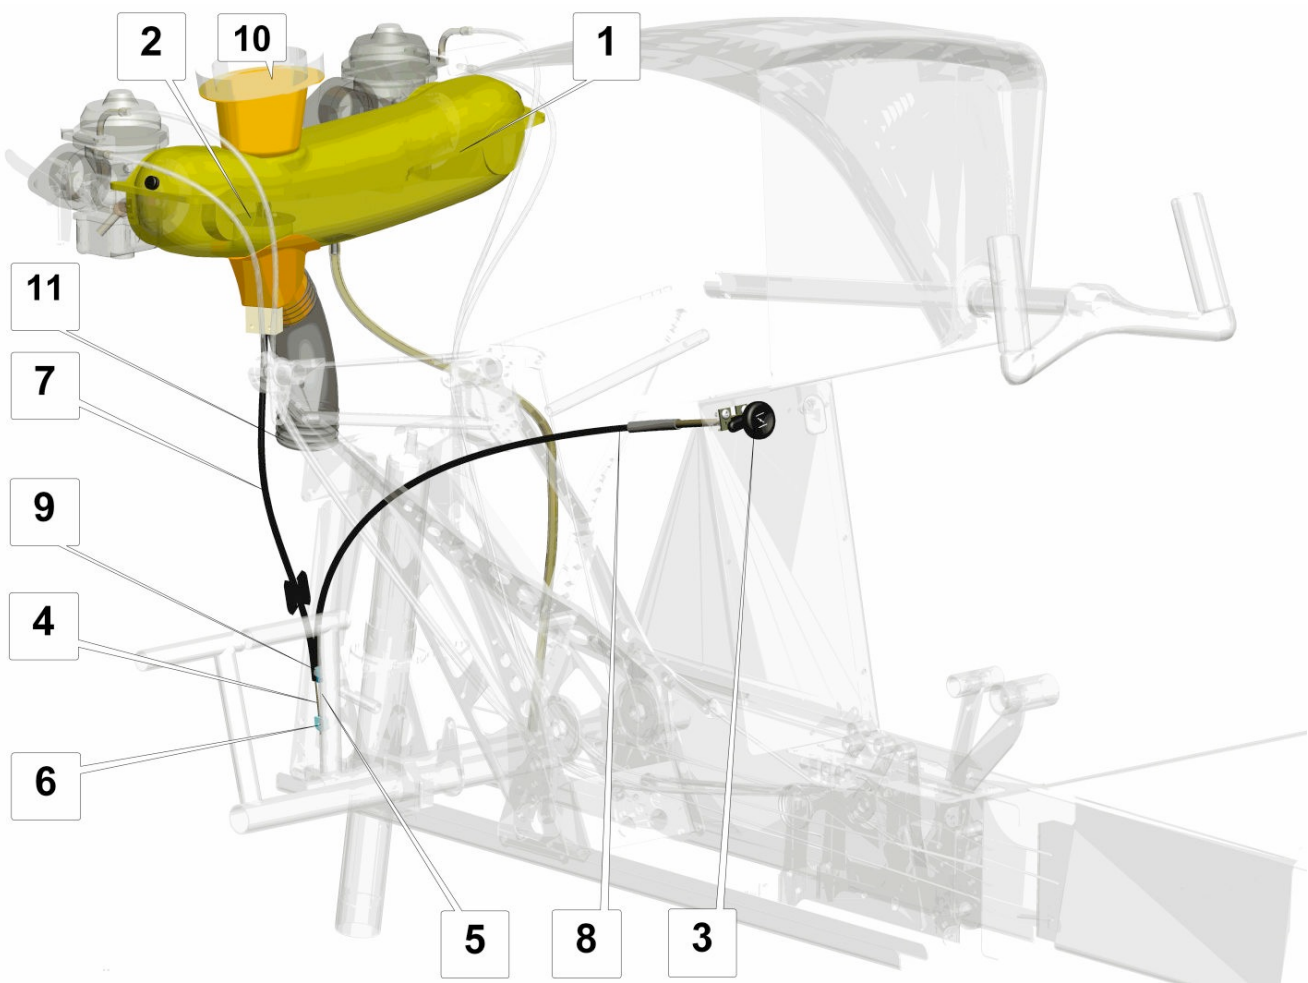

Fig. 11 Commande de réchauffage carburateur
Le contrôle du réchauffage carburateur (**Fig.11**) s'effectue au moyen d'une commande de position du volet obturateur (2) dans le boîtier d'entrée d'air (1) couvrant les filtres à air des carburateurs. Le levier de commande (3) est relié au volet obturateur par des câbles à « pousser-tirer » avant (4) et arrière (5) et leur attache (6). Les câbles sont enfermés dans une gaine à l'avant (7, fixée au boîtier d'entrée d'air), et une gaine arrière (8, fixée au tableau de bord) et reliées entre elles par un raccord (9).